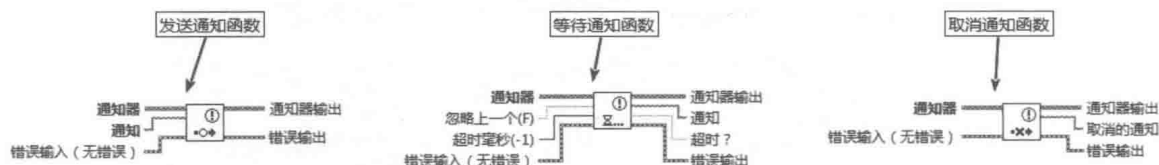

图 10-47 “发送通知”函数、“等待通知”函数、“取消通知”函数
(2) “发送通知”函数、“等待通知”函数与“取消通知”函数 (见图 10-47)